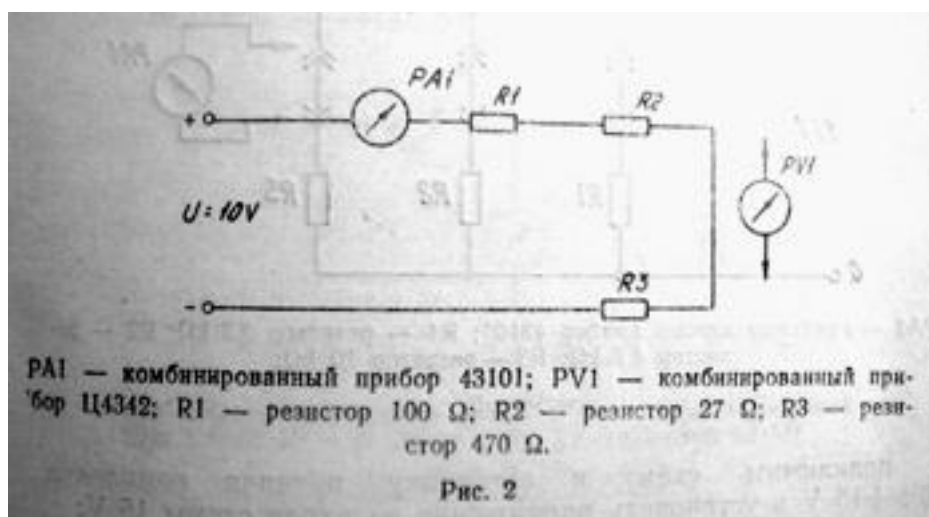

Рис.2
1. Собрать схему согласно рис. 2.